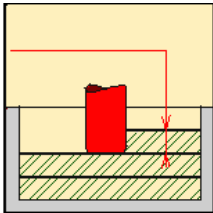

图 2-55 “Maximum cut depth” 示意图
- “Maximum cut depth”：用于输入切削时的最大轴向切深，如图 2-55 所示。